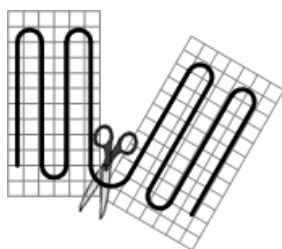

Abb. 4
- Breiten Sie die Matten entsprechend dem Verlegeplan aus. Die Matte wird auf die Wärmeisolation mit der kleberbeschichteten Seite nach unten angeklebt. An den Wendepunkten ist das Netz akkurat durchzuschneiden, ohne das Heizkabel zu beschädigen (s. Abb. 4).